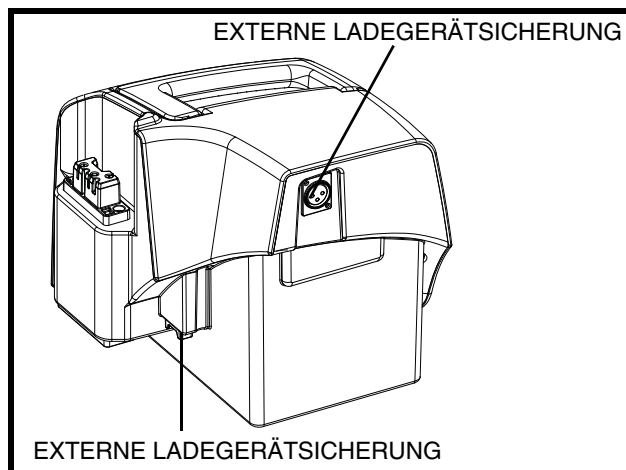

Abb. 7. Steckdose für Ladegerätkabel (auf der Batterie-Box)
5. Stecken Sie das 3 stift Ladegerätkabel in den externen Ladegerät-Anschluss auf der rechten Seite der Batterie-Box. **Siehe Abb. 7 und 13.**